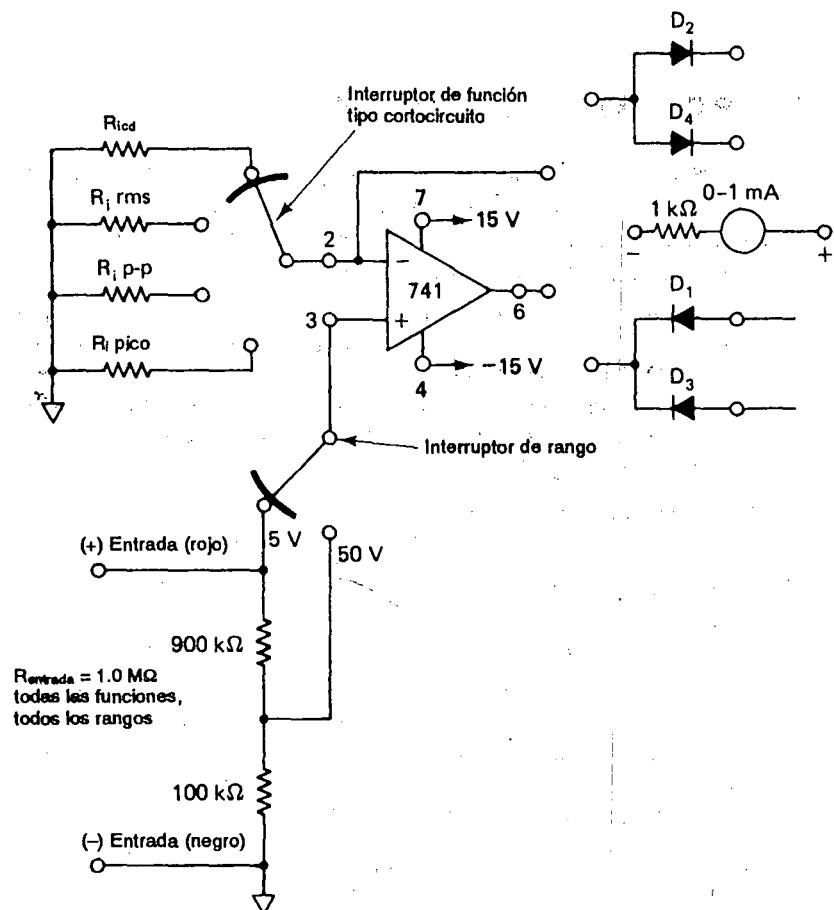

FIGURA P5-3
- 5-3. En la figura P5-3 complete el alambrado esquemático entre el amplificador operacional, los diodos y un miliampímetro. La corriente que pasa por el medidor debe dirigirse de derecha a izquierda.
- 5-4. Calcule un valor de R_{idc} en la figura P5-3, de modo que el medidor lea la escala completa cuando $E_i = 5 \text{ V}$ y el selector de nivel se encuentra en la posición 5 V.
- 5-5. Suponga que el selector de nivel se halle en la posición 5 V en la figura P5-3. Calcule los valores de los siguientes resistores que le den una deflexión del medidor a escala completa de 5 V: (a) R_{irms} cuando $E_i = 5 \text{ V rms}$; (b) $R_i \text{ p-p}$ si $E_i = 5 \text{ V p-p}$; (c) $= R_i \text{ pico}$ para $E_i = 5 \text{ V pico}$.